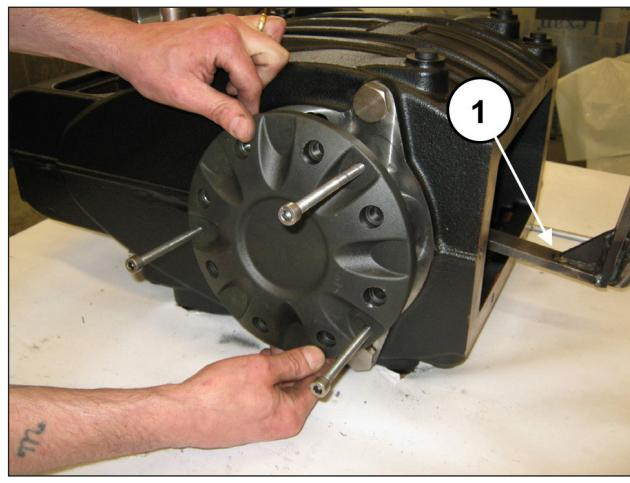

Fig. 30
Providencie a remoção da tampa do mancal, apoiando o eixo para evitar danos (pos. ①, Fig. 30).